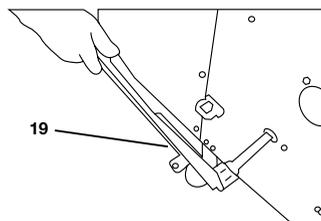

Figura 14
La palanca de ajuste (19) puede retirarse ahora en sentido lateral (véase la Figura 14).